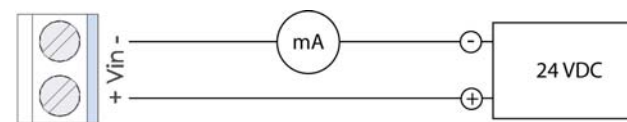

図2 線式の結線
- **2 線出力:** 図 2 を参照。24 VDC 電源電圧を供給します。